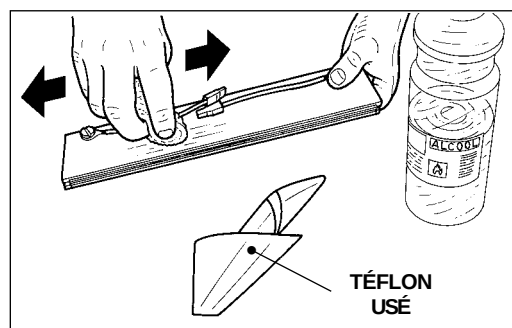

Fig. 3
- 4) Saisir et tirer vers le haut le roulement sous-barre (**B** - Fig. 3).
- 3) Nettoyer la barre de soudure avec de l'alcool (Fig. 3).